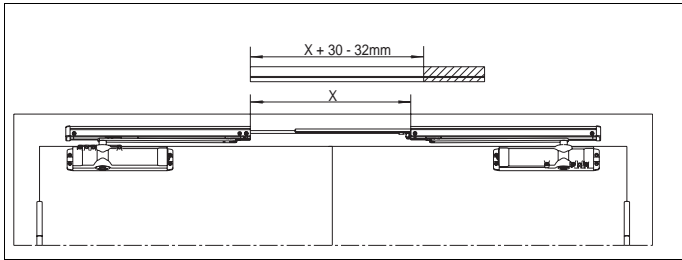

Figur 6:
Se figur 6: Åpne begge dørbladene (1), sett stangen på plass (2) og lukk skåtefløyen (3). Juster koordinatoren ved å rotere regulerings-skruen (4) slik at fri bevegelse blir 1 - 3 mm. Trekk til låseskruen (5).